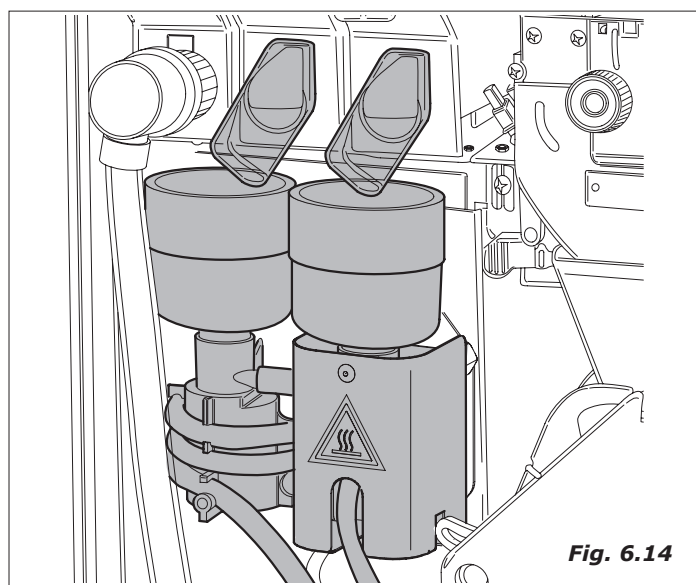

Fig. 6.14
- efetuadas estas operações, ligar o conetor resistencia à ficha de potencia e esperar mais ou menos dez minutos até que se alcancem as temperaturas de exercicio (Fig. 6.14)